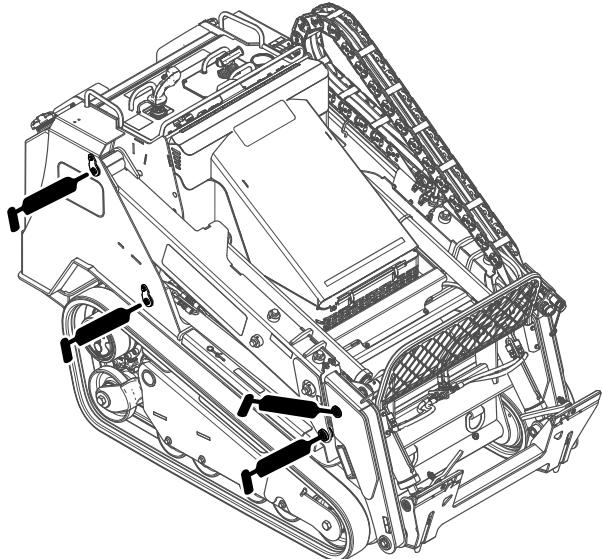

Figura 40
4. Conecte una pistola de engrasar a cada punto de engrase (Figura 40, Figura 41 y Figura 42).